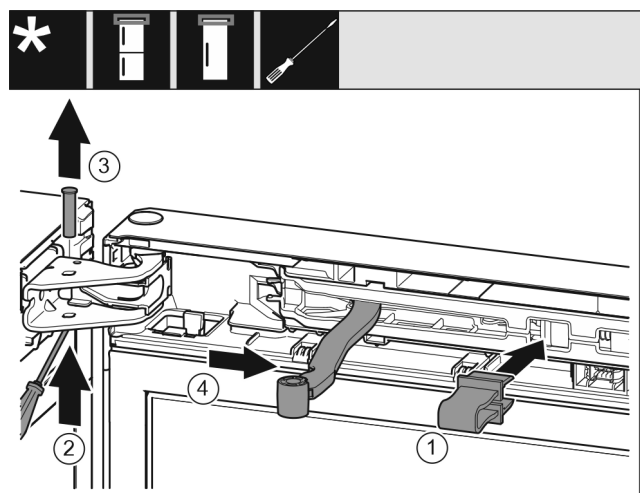

Fig. 13
- Sicherung Fig. 13 (1) in Öffnung einrasten.
- Bolzen Fig. 13 (2) herauschieben.
- Bolzen Fig. 13 (3) nach oben herausnehmen.
- Gelenk Fig. 13 (4) in Richtung Tür drehen.